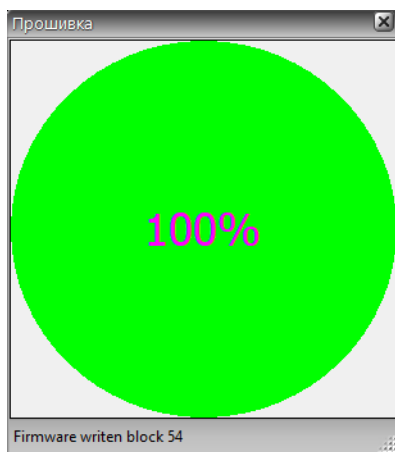

Рисунок 22
- Дождаться завершения обновления. Обычно это занимает 10-15 секунд. О завершении обновления сигнализирует окно обновления прошивки (Рисунок 22).